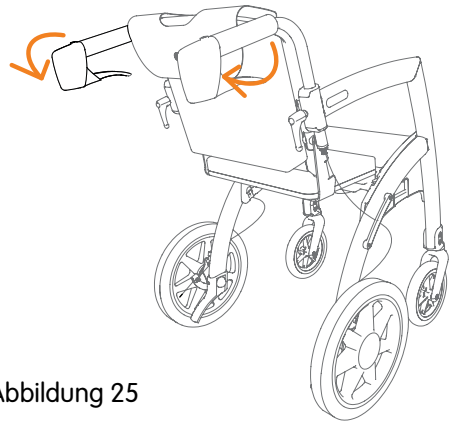

Abbildung 25
- b. Lösen Sie die Verstellknöpfe der Handgriffe gegen den Uhrzeigersinn und drehen Sie die Handgriffe nach außen, so dass diese nach hinten zeigen. Stellen Sie die für den Benutzer richtige Höhe ein und drehen Sie die Verstellknöpfe im Uhrzeigersinn wieder zu (Abb. 25). (Siehe auch Einstellen/Haltung).